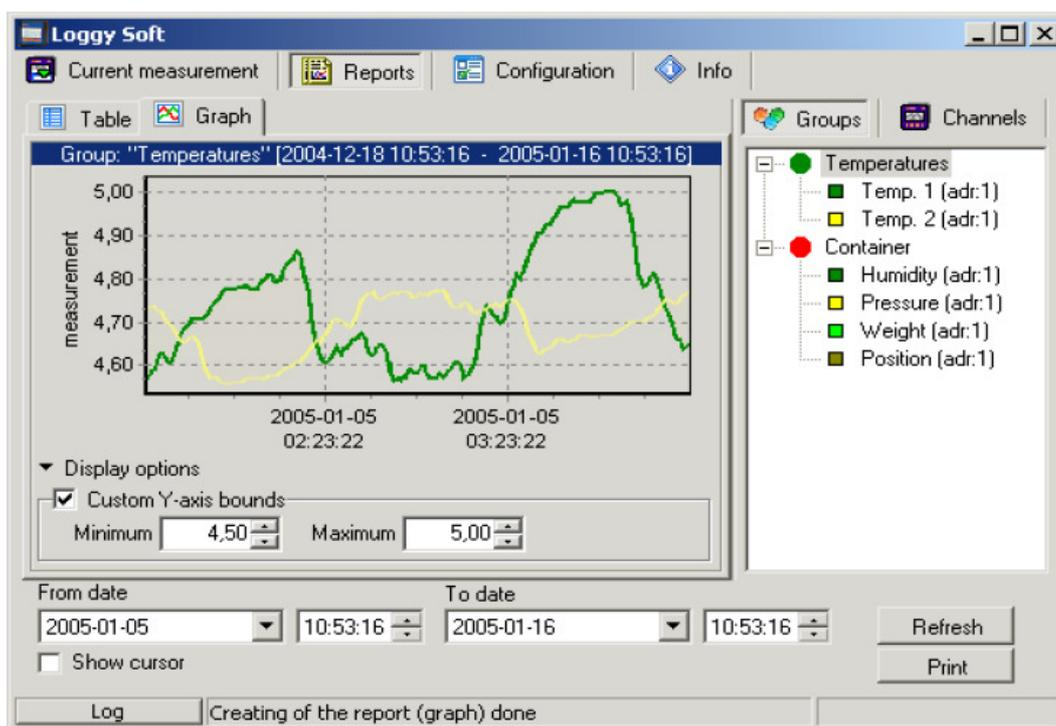

Abb. 3.6 Menü Berichte - Untermenü Diagramm
Das Untermenü **Diagramm**(Abb. 3.6) ermöglicht die Ausgabe von Messergebnissen eines Kanals oder einer Gruppe von Kanälen in graphischer Form. Der Messwertverlauf jedes Kanals ist durch eine andere Farbe gekennzeichnet. Die Parameter des Untermenüs **Diagramm** sind:
- Betätigen Sie die Taste **[Gruppen]** bzw. **[Kanäle]**(Abb. 3.6)